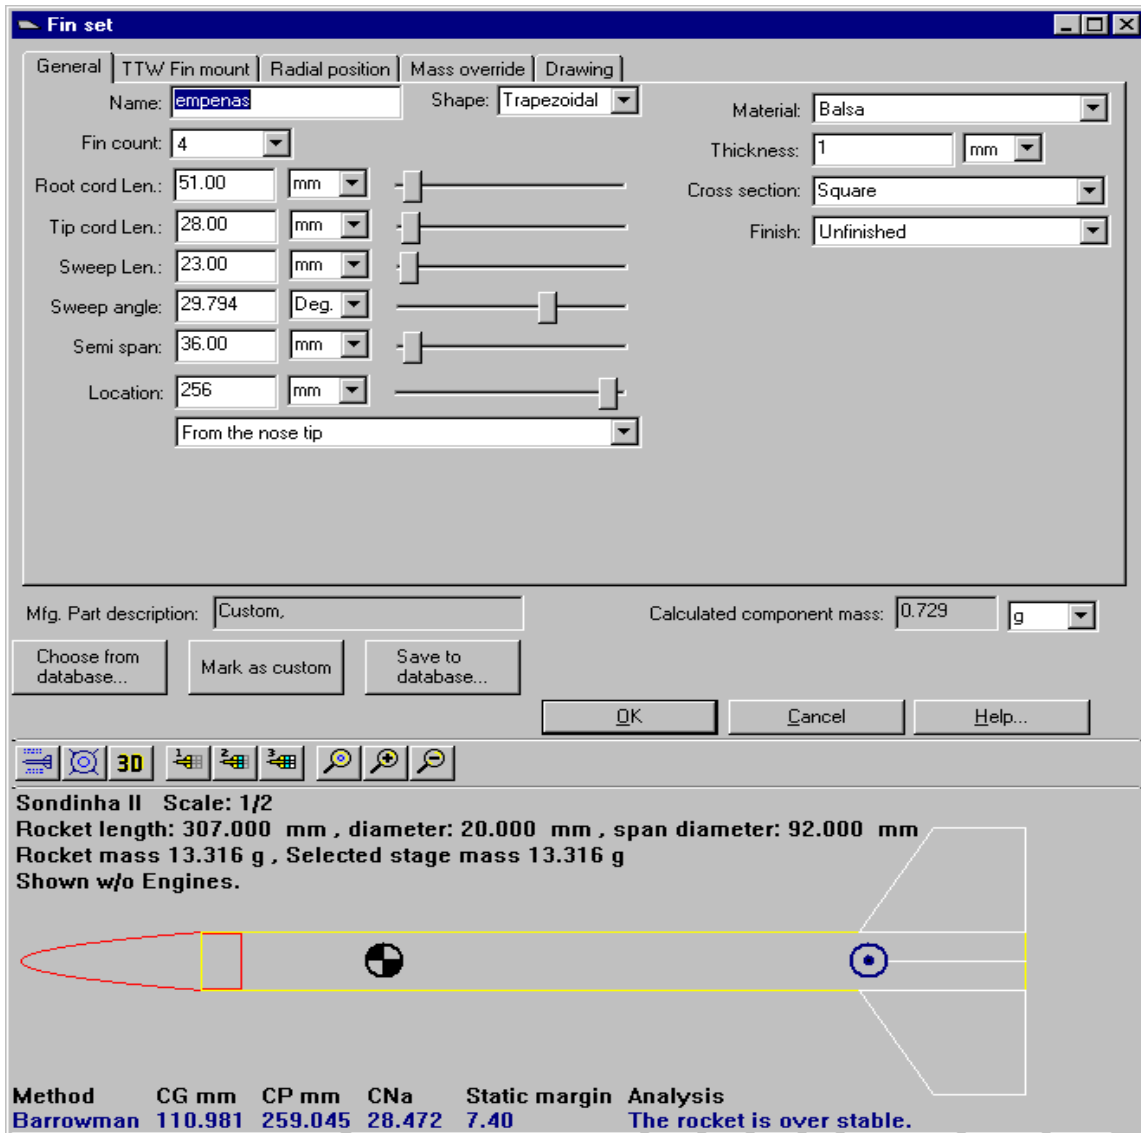

Figura 7. Dados das empenas do exemplo 1.
- (d) na janela seguinte, item “General” do menu, definir os dados de acordo com o mostrado na Figura 7;